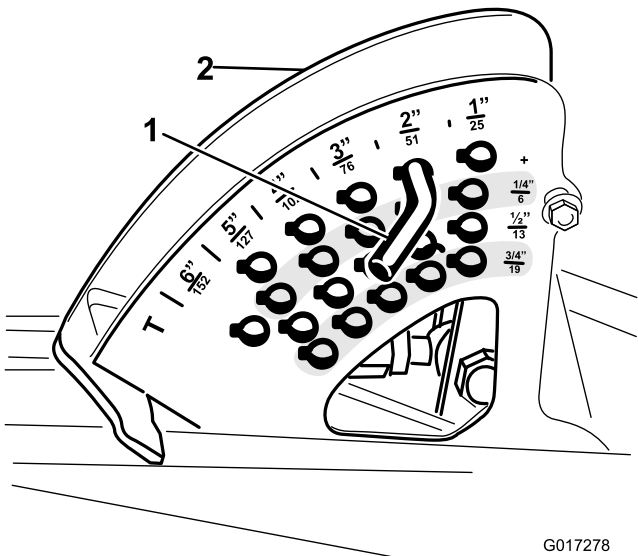

Figura 3
3. Si osservi la posizione del perno dell'altezza di taglio sulla relativa staffa per il rimontaggio (**Figura 3**). Togliete il perno dell'altezza di taglio dalla relativa staffa.
6. Installate il perno dell'altezza di taglio nella relativa staffa, all'altezza di taglio desiderata (Figura 3).